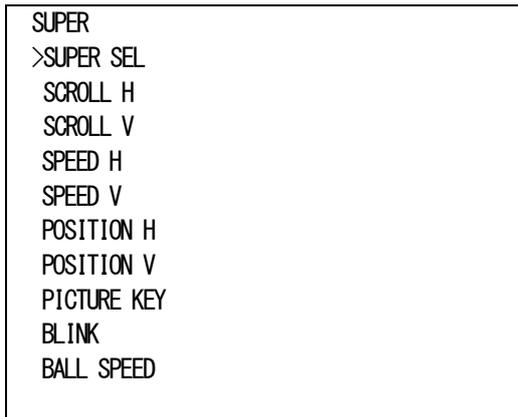

図4-30 オンスクリーンメニュー (SUPER例)
- 1) SDI OUT メニューで「SUPER[**SUPR**]」を選択し、**ENTER** ボタンを押すと図4-30のような設定メニューが表示されます。